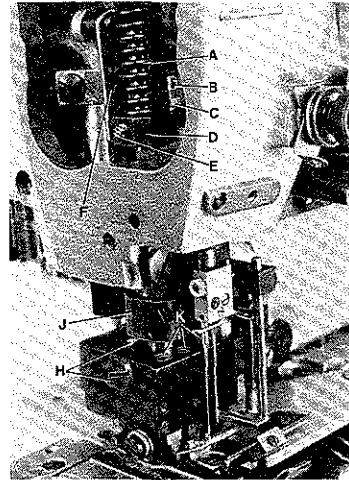

Fig. 46
For easy adjustment remove presser spring regulator on top of machine arm and presser spring (A, Fig. 46).
Adjust long stop screw (B) in presser bar guide (D) against bed casting to ensure a clearance of 0,5 mm (.020 in.) (see Fig. 46 A) between slot end of link (F, Figs. 46 and 46 A) in presser bar guide (D, Figs. 46 and 46 A). Tighten lock nut (C, Fig. 46) on stop screw.
Mount the presser foot, align it with the needles and tighten screws (H, Figs. 46 and 46 B). Rotate pulley until the feed dogs are in down position below the throat plate. Loosen screw (E, Fig. 46) in presser bar guide (D) and press the presser foot down against throat plate until the presser foot bottoms and the yielding section are pressed up by 0,8 to 1 mm (.032 to .040 in.) (see Fig. 46 B). Retighten screw (E) being sure stop screw (B) in presser bar guide rests on the bed casting. Remount presser spring (A) and presser spring regulator.
Set the collar (J, Fig. 46) respectively the lamp bracket on Styles 34800 TDA, for the presser foot height as required, the presser foot bottom should not contact the spreader when the presser foot is lifted.
The pressure exerted by the presser spring (A, Fig. 46) on the presser bar guide (D) should be higher than the pressure exerted by the three springs for presser foot bottoms and the yielding section. The presser bar should not move vertically when sewing. Screw-in presser spring regulator on top of machine arm as required.
The spring pressure exerted on the presser foot bottom and the left and right yielding section can be adjusted individually by turning screws (K, Figs. 46 and 47). Turning clockwise reduces the pressure, turning counterclockwise increases the pressure.
Entfernen Sie zur besseren Einstellung die Drückerfuß-Stellschraube oben am Maschinenarm und die Drückerfeder (A, Fig. 46).
Stellen Sie die lange Anschlagsschraube (B) in der Drückerfußstangenführung (D) so gegen den Gehäuseguß, daß zwischen dem Schlitzende des Gelenks (F, Fig. 46 und 46 A) und der Zapfschraube (G, Fig. 46 A) in der Drückerfußstangenführung (D, Fig. 46 und 46 A) ein Abstand von 0,5 mm ist (siehe Fig. 46 A). Ziehen Sie die Feststimmutter (C, Fig. 46) auf der Anschlagsschraube an.
Setzen Sie den Drückerfuß ein, richten Sie ihn zu den Nadeln aus und ziehen Sie die Schrauben (H, Fig. 46 und 46 B) an. Drehen Sie am Handrad bis die Transporteure unter der Stichplatte stehen. Lösen Sie die Schraube (E, Fig. 46) in der Drückerfußstangenführung (D) und drücken Sie den Drückerfuß nach unten gegen die Stichplatte, so daß die Drückerfußsohlen und das Seitenteil 0,8 bis 1 mm nach oben gedrückt werden (siehe Fig. 46 B). Ziehen Sie die Schraube (E) wieder an, beachten Sie dabei, daß die Anschlagsschraube (B) in der Drückerfußstangenführung am Gehäuseguß anliegt. Montieren Sie Drückerfeder (A) und Drückerfuß-Regulierschraube wieder.
Stellen Sie den Stellring (J, Fig. 46) bzw. den Lampenhalter bei den Maschinen 34800 TDA, für die Drückerfußhöhe so, daß die Drückerfußsohle den Leger nicht berührt, wenn der Drückerfuß angehoben wird.
Der Druck der von der Drückerfeder (A, Fig. 46) auf die Drückerfußstangenführung (D) ausgeübt wird, muß stärker sein als der Druck der drei Federn der Drückerfußsohlen und des Seitenteils, so daß beim Nähen die Drückerfußstange sich vertikal nicht bewegt. Drehen Sie die Drückerfuß-Regulierschraube oben am Gehäusearm entsprechend weit ein.
Der Federdruck auf die Drückerfußsohlen und das Drückerfuß-Seitenteil kann durch Drehen der Schrauben (K, Fig. 46 und 47) individuell eingestellt werden. Drehen im Uhrzeigersinn vermindert den Druck, drehen im Gegenuhrzeigersinn verstärkt den Druck.